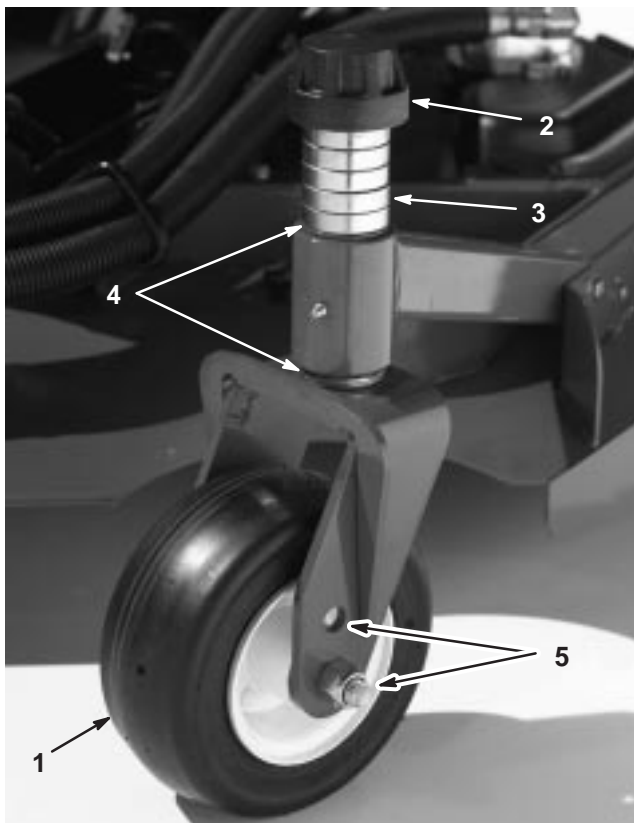

Bild 14
- Entfernen Sie die Spannkappe von der Spindelwelle (Bild 14) und schieben die Spindel aus dem Laufradarm. Ziehen Sie zwei Beilagscheiben (3,2 mm) so auf die Spindelwelle, wie sie ursprünglich montiert waren. Diese Beilagscheiben sind erforderlich, um alle Schneidwerke über die Breite auf ein Niveau zu bringen. Ziehen Sie die erforderliche Anzahl von